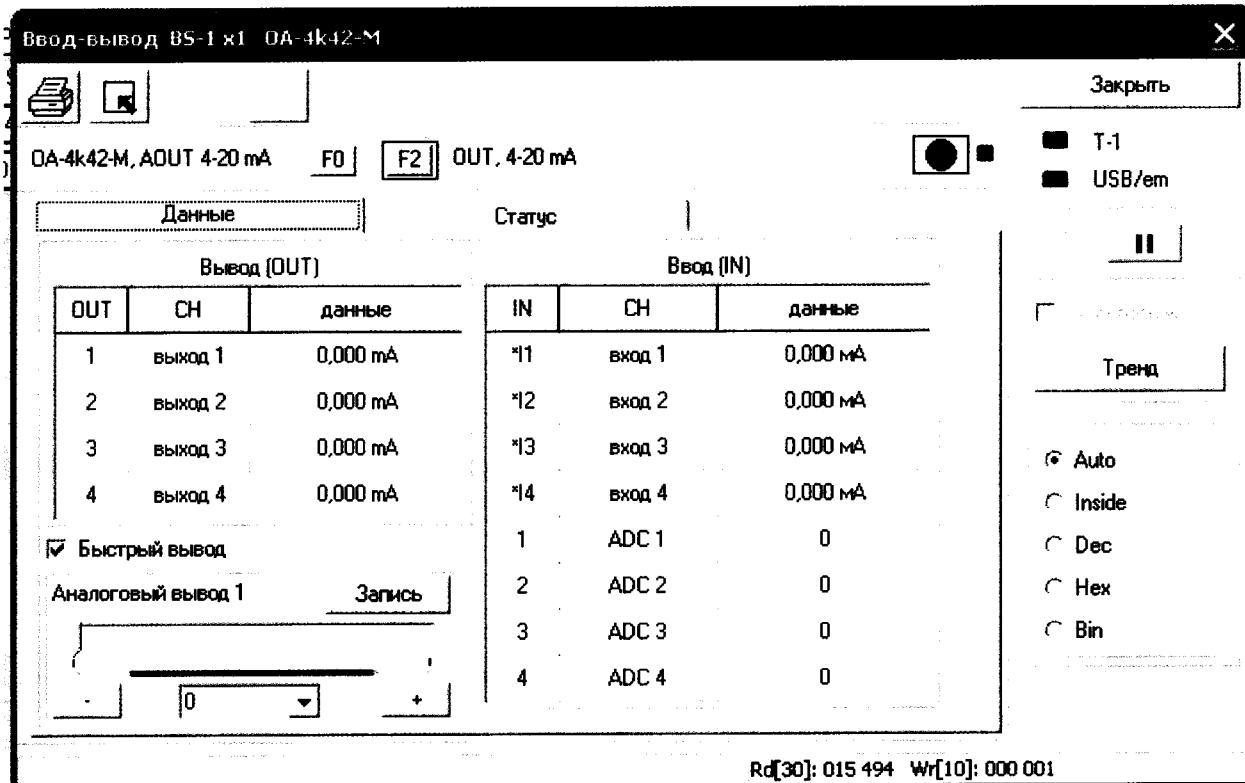

Рисунок 6
7.4.2.2 В окне «Модули BS-1» нажатием на кнопку «Ввод/Выход» войти в окно «Ввод/Выход». В окне (рисунок 6) в двух разделах будут отображаться перечни выходных каналов и значения заданного (левый раздел «Выход (OUT)») и измеренного системой самодиагностики (правый раздел «Ввод (IN)») тока в миллиамперах. Проконтролировать правильность отображения функции модуля на передней панели: режим – синий сигнал индикатора, индикаторы каналов – мигающий синий сигнал.